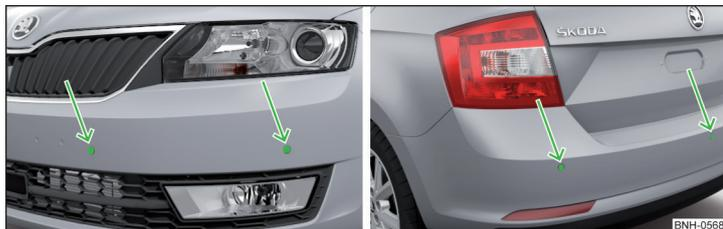

Fig. 116 Lugar de instalación de los sensores del lado izquierdo del vehículo: delantero / trasero
- Mantener los sensores del sistema » fig. 116 de la pág. 103 limpios, libres de nieve y hielo, y no cubrirlos con ningunos objetos, de lo contrario puede estar limitado la función del sistema.
El sistema calcula la distancia entre el parachoques y un obstáculo mediante ondas ultrasónicas. Los sensores ultrasónicos se encuentran según el equipamiento del vehículo en el parachoques trasero o también en el delantero » fig. 116.